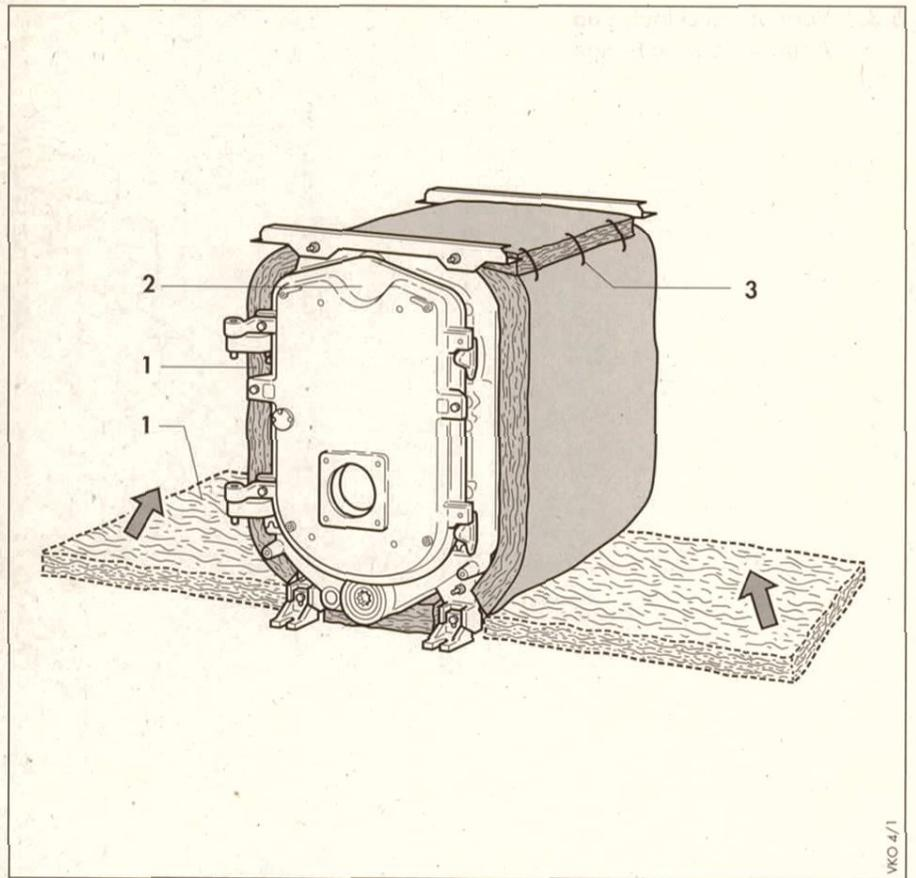

Abb. 5.4 Wärmedämmmatte anbringen
Wärmedämmmatte (1), wie in Abb. 5.4 gezeigt, unter den Kessel legen. Dies läßt sich leichter durchführen, wenn der Kessel (2) an einem Ende angehoben wird. Die Enden der Wärmedämmmatte (1) nach oben führen und mit den beiliegenden Drahtklammern (3) befestigen.